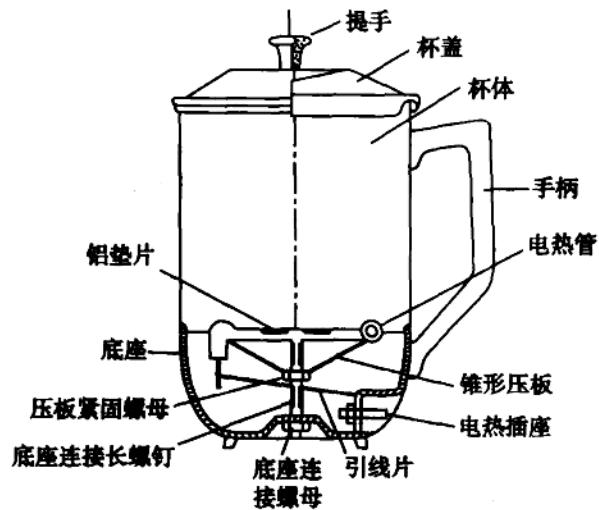

图 1-1-1 普通型电热杯结构图
(1) 观察外观：见图1-1-1，电热杯由杯盖、杯体、手柄、电热管、底座连接长螺钉、锥形压板、电热插座和电源线等组成。